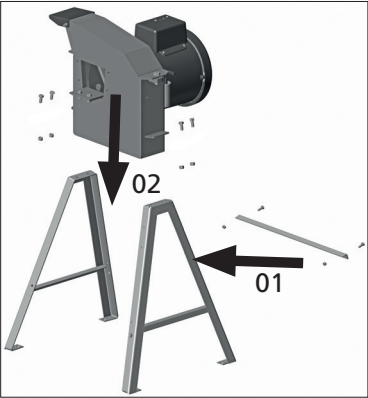

Fig. 01
Fije el eje de sustentación (1) en la parte de atrás de los caballetes, usando los tornillos M6 x 16 mm. Monte el cuerpo de la máquina en la parte superior de los caballetes, usando los tornillos M8 x 20 mm (2), [Fig. 01].